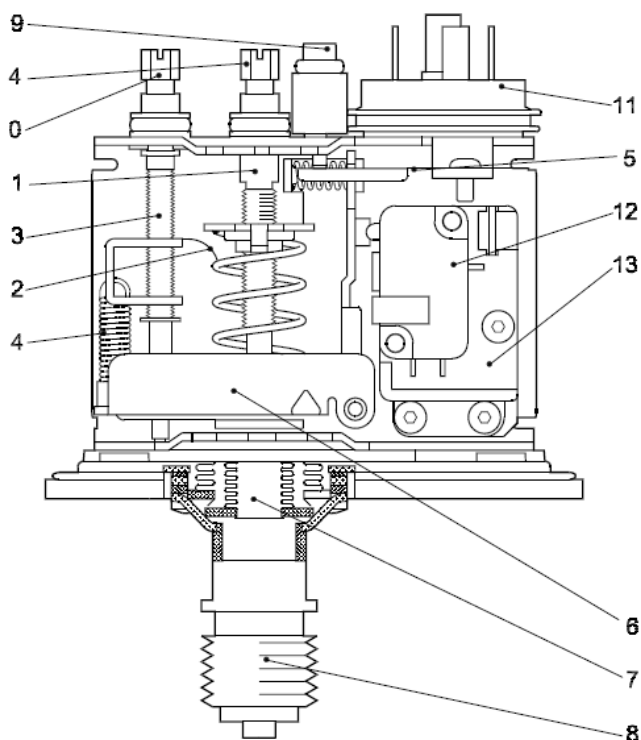

Fig. 7
2.1.5 Disegno schematico funzionamento (Fig. 7)